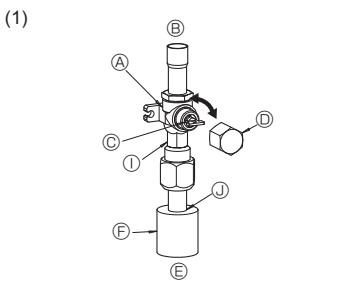

Fig. 4-6
(1) Сторона с газом (Fig. 4-6)
- ① Снимите колпачок и поверните ручку на себя и поверните на 1/4 оборота против часовой стрелки для открытия.
- ② Убедитесь в том, что запорный кран полностью открыт, надавите на ручку и поверните колпачок в первоначальное положение.